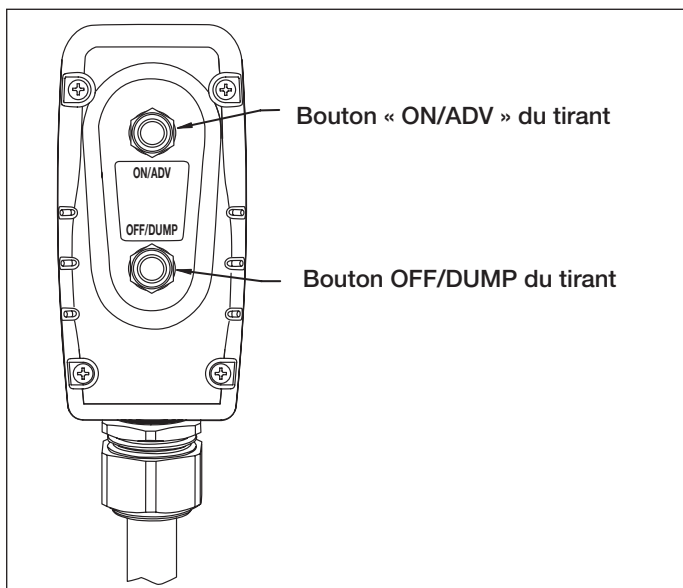

Figure 7, Boutons du tirant
### 5.2 Fonctionnement du tirant (Voir figure 7)
5. Pour démarrer la pompe, appuyer sur la touche « ON/ADV » sur le tirant. Voir Figure 7. Le moteur démarrera automatiquement, et la clé dynamométrique commencera à avancer. La clé avancera tant que la touche est maintenue enfoncée.